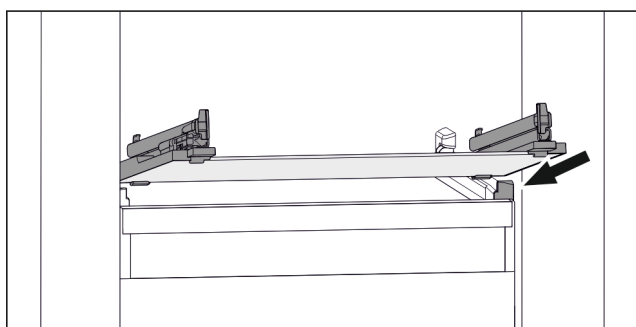

Fig. 141 Príklad zobrazenia sklenenej dosky
- ▶ Nasadte sklenenú dosku šikmo za zarážkami. (pozri Fig. 141)